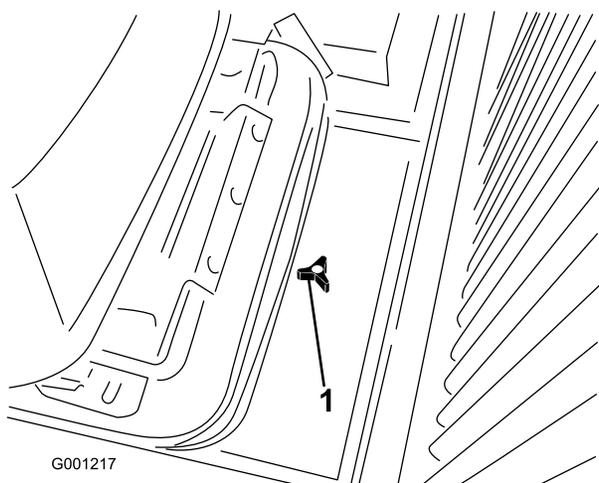

Figura 31
1. Allentate la manopola e togliete il portello di accesso sul retro della piastra di montaggio del sedile (Figura 31).